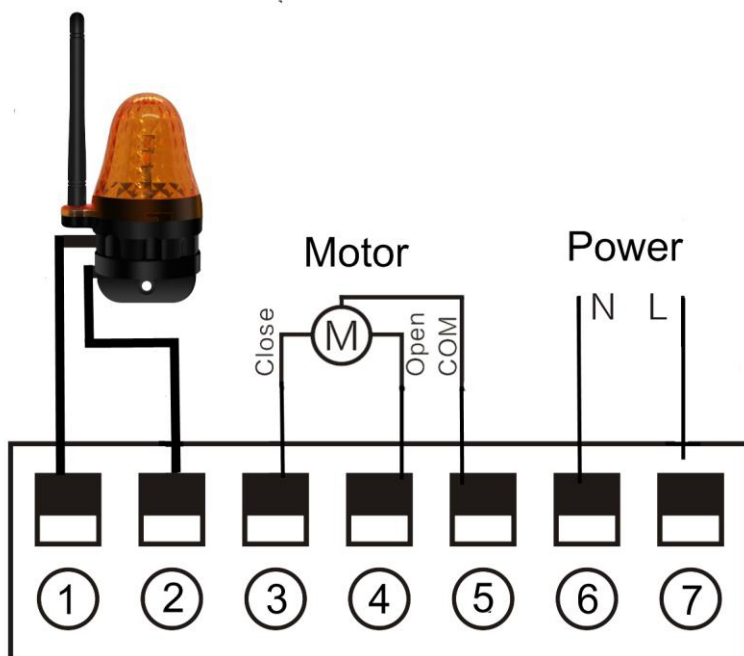

Рисунок10
14.3 Подключение сигнальной лампы. (Смотрите рисунок 10)